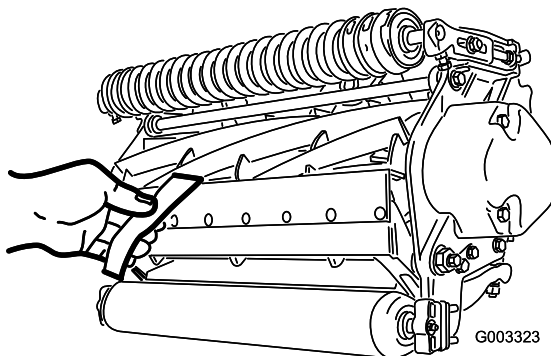

Рисунок 13
10. Проверьте характеристики скашивания, вставив длинную контрольную полоску бумаги (№125-5610 по каталогу компании Toro) между барабаном и неподвижным ножом, перпендикулярно неподвижному ножу (Рисунок 13). Медленно проворачивайте барабан вперед. При этом бумага должна разрезаться.